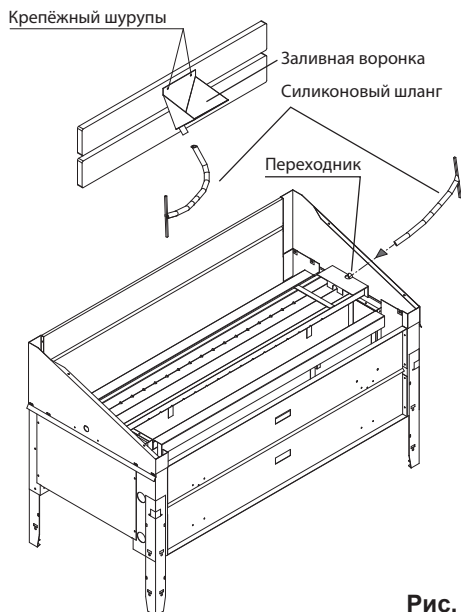

Рис. 6
7. Монтаж заливной форсунки (рис. 6)